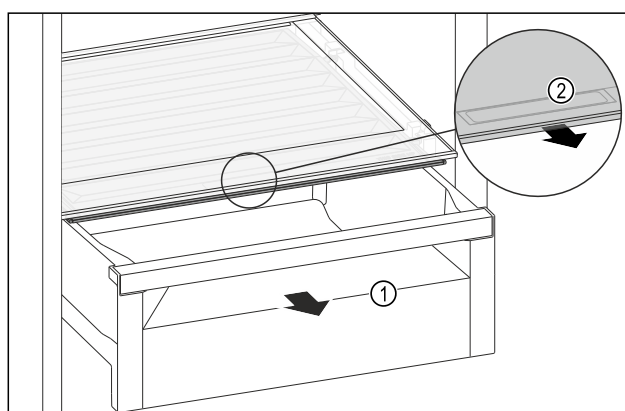

Fig. 153
- Zásuvku Fig. 153 (1) vytáhněte.
- Uchopte prohlubeň pro rukojeť Fig. 153 (2) na víku zásuvky a současně zatáhněte za víko zásuvky směrem dopředu.